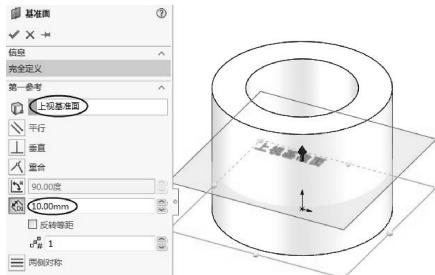

图 3-103 新建基准平面
- 单击 **基准面** 按钮，新建一个基准面 1，如图 3-103 所示。